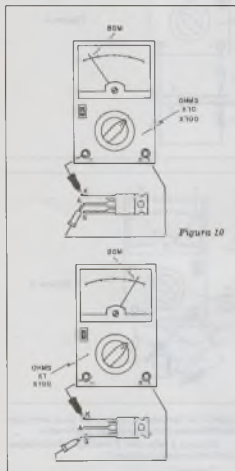

Figura 10
SCRs de baixa e média corrente como os da série 106 podem ser testados de modo simples com o multímetro. Usando uma escala intermediária de resistências (ohms  $\times 10$  ou ohms  $\times 100$ ) medimos inicialmente a resistência entre anodo (A) e catodo (K) nos dois sentidos, conforme mostra a figura 10.